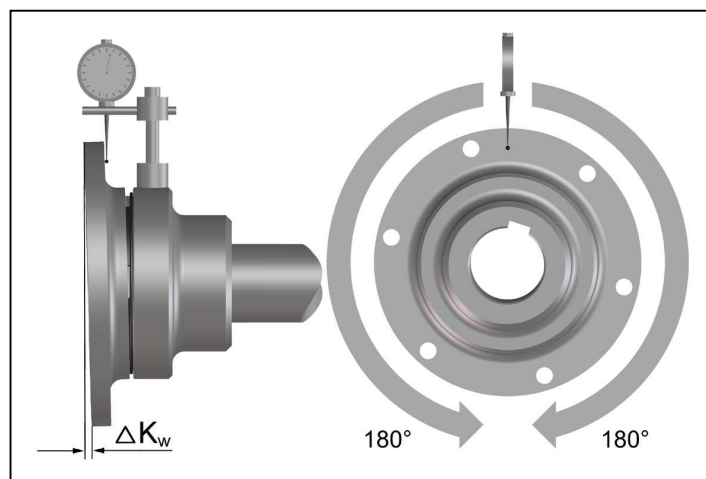

Bild 7
- Vermessen Sie stirnseitig eine ganze Umdrehung (360°) am äußeren Durchmesser. Ermitteln Sie dabei die größte Abweichung ΔK_{w1} sowie die kleinste Abweichung ΔK_{w2} (Bild 7).